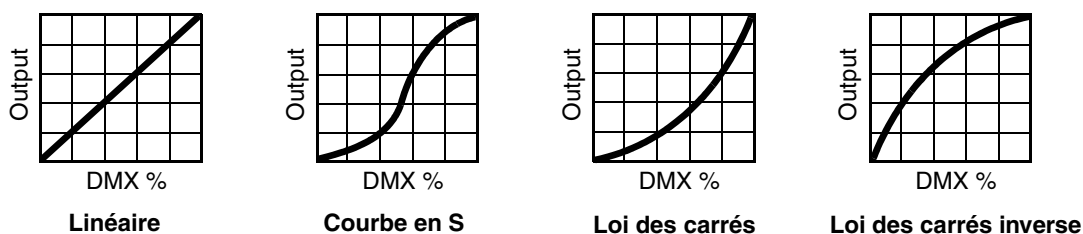

Figure 4: Courbes de réponse du gradateur
- **DIMMER CURVE** fournit 4 courbes de réponse pour le gradateur (voir Figure 4):